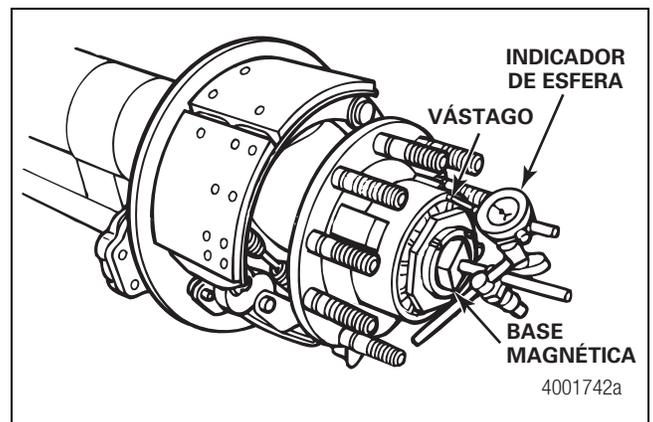

Figura 2.11
2. Fije la base magnética de un indicador de esfera al extremo de la espiga de eje y hacer contacto con el vástago del indicador de esfera en la maza. Figura 2.11.